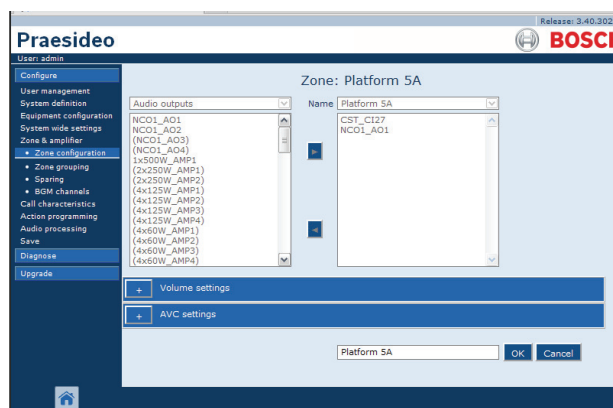

figura 46.8: Cambiar el nombre de una zona, paso 3
- 3 Haga clic en el botón *Rename* para cambiar el nombre de esa zona. Se mostrará una pantalla similar a la indicada en figura 46.8.